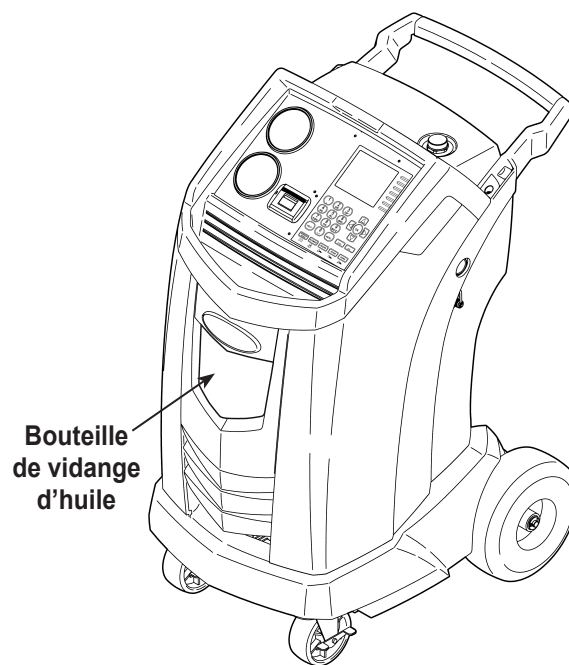

Figure 6
1. Assurez-vous que la bouteille de vidange d'huile située à l'avant de la machine est vide. Reportez-vous à la figure 6. Récupérez le réfrigérant en suivant les instructions fournies dans ce manuel.